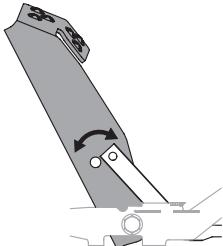

Figura 38
- Coloque el pedal en la posición óptima según la preferencia del operador (Figura 38).